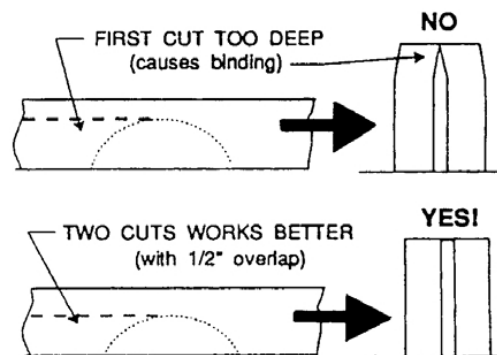

Рис. 32
- Не используйте упор для распила под углом 45 градусов и параллельный упор в одной и той же операции, если к параллельному упору не прикреплен накладку, чтобы позволить торцеванной части заготовки прибывать в свободном перемещении, при торцевании следующей части (рис. 32).
Деление - операция пиления, в которой толстые доски распиливаются на несколько тонких. Узкие доски до 75мм могут быть распилены по высоте за один проход. Более толстые доски до 150мм должны быть распилены по высоте за два прохода с переворотом. В распиловке более толстых досок, установите высоту пильного диска, чтобы наложить на два пропила 1/2" высоту зуба, как показано на рис. 32. Слишком глубокий первый пропил может привести к зажиманию пильного диска и возможным травмам на втором